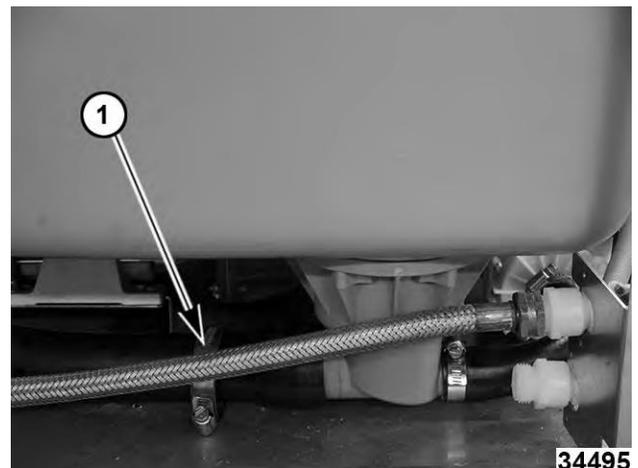

Fig. 95
14. Desconecte la manguera de drenado (1, Fig. 95).